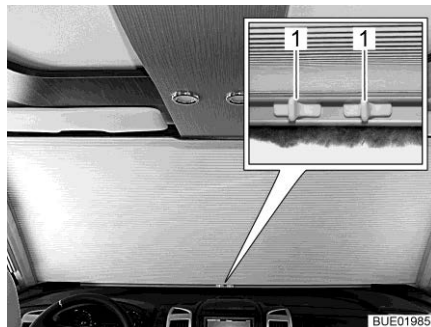

Fig. 19 Oscurante del parabrezza manuale
- Serrare le maniglie (Fig. 19,1).